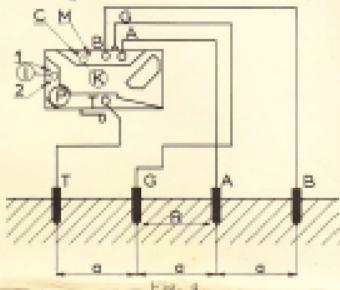

Fig. 4
- A/ Brancher l'appareil suivant le schéma (fig. 4)